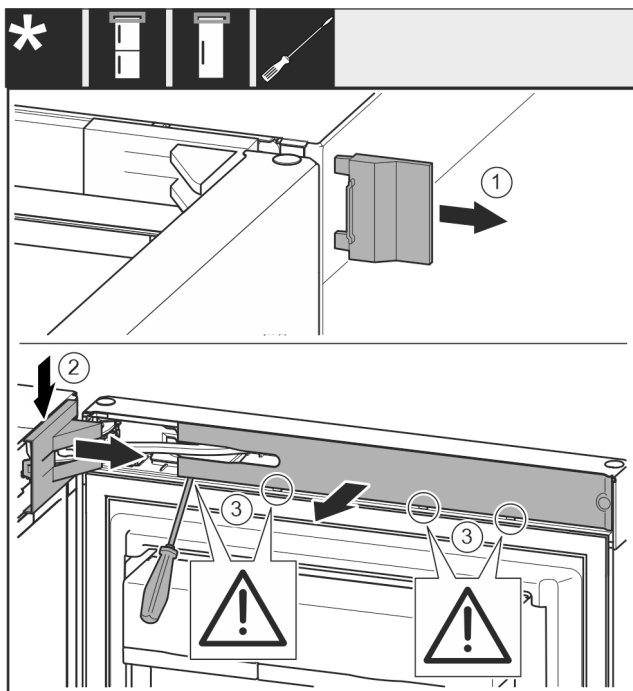

Fig. 10
- ▶ 取下外盖。 Fig. 10 (1)
- ▶ 拆卸并松开托架盖。取下托架盖。 Fig. 10 (2)
- ▶ 使用带槽螺丝刀松开隔板并把它转到一边。 Fig. 10 (3)